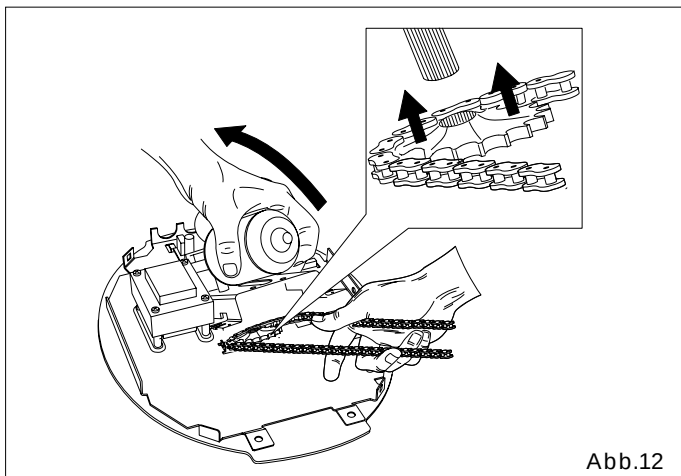

Abb.12
5.7 Ohne die elektronische Vorrichtung zu beschädigen, das Motoraggregat anheben; das Ritzel mit der Kette paaren und auf der Motorwelle (Abb.12) einfügen.